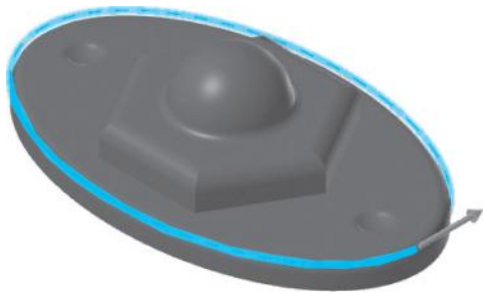

图 8-15 选择加工边界
1) 选择【刀路】/【3D】/【挖槽】命令，窗选所有曲面，单击【结束选择】按钮。系统弹出【刀路曲面选择】对话框，在【切削范围】选项卡处单击【选择】按钮，系统弹出【线框串连】对话框，选取椭圆，如图 8-15 所示。单击【线框串连】对话框中的【确定】按钮，系统弹出【刀路曲面选择】对话框，单击该对话框的【确定】按钮。